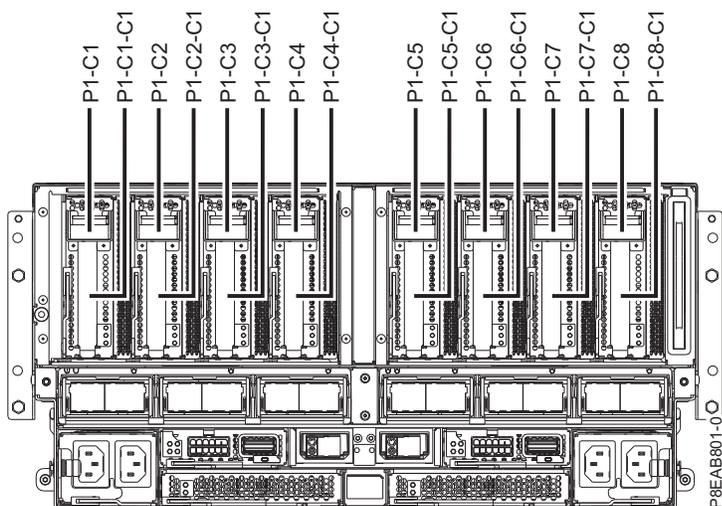

Figura 25. Localizações de ranhuras de adaptadores PCIe no sistema
1. Determine a ranhura em que pretende instalar um adaptador PCIe. As ranhuras do adaptador PCIe encontram-se na parte posterior do sistema. A Figura 25 mostra os códigos de localização do adaptador PCIe.